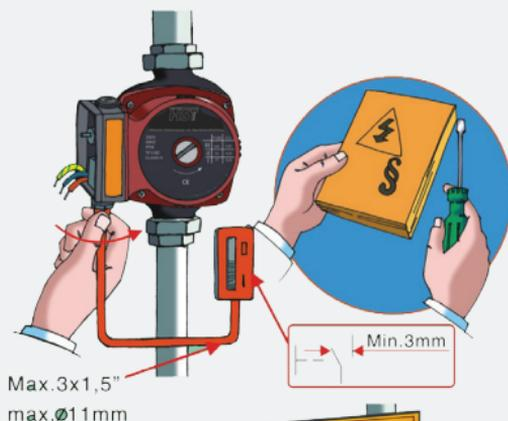

Bild 5
- Vorsicht bei elektrischen Installationen! lassen Sie die Pumpe lieber durch einen techniker Installieren - Bild 5